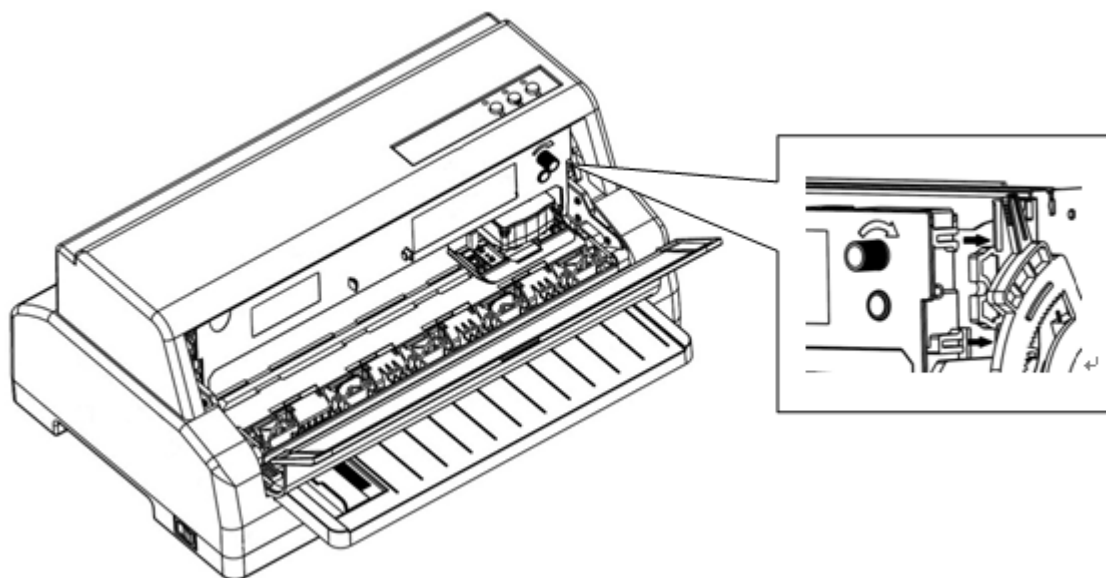

图 2-9 安装色带架
5. 如图 2-9 所示，将色带架对准打印机两侧安装槽，按住色带架两边，稍用力向前推进，直到完全卡到位（发出咔嚓一声）。
6. 将色带导架上的两个孔对准打印头固定螺丝两旁的柱子插入，插入的同时确保色带芯位于打印头与不锈钢色带导片之间，再将色带导架压紧。（如图 2-9 所示）。